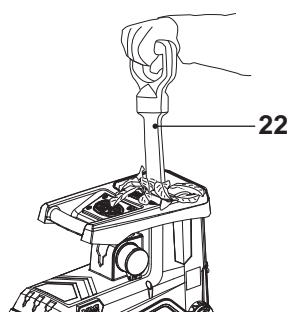

Fig. 12
3. Insérez le poussoir [22] dans la cheminée [2] et poussez lentement les végétaux contre les lames, si nécessaire (Fig. 12).